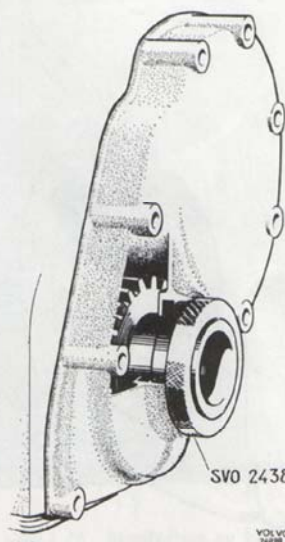

Bild 45. Centrering av transmissionskåpa
6. Centra kåpan med centrerhylsa SVO 2438, se bild 45. Vrid hylsan under fastdragning och justera kåpans läge så att hylsan ej låses fast. Kontrollera efter slutlig fastdragning av kåpan att hylsan lätt kan vridas runt utan fastlåsning.